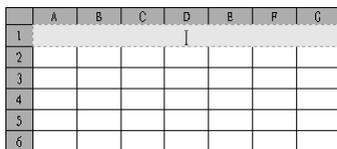

图 7.3.3 插入表格
Step5. 系统弹出 **文字编辑器** 选项卡, 同时表格的标题单元加亮, 文字光标在标题单元的中间, 如图 7.3.3 所示。此时用户可输入标题文字, 然后单击 **文字编辑器** 选项卡中的“关闭文字编辑器”按钮以完成操作。